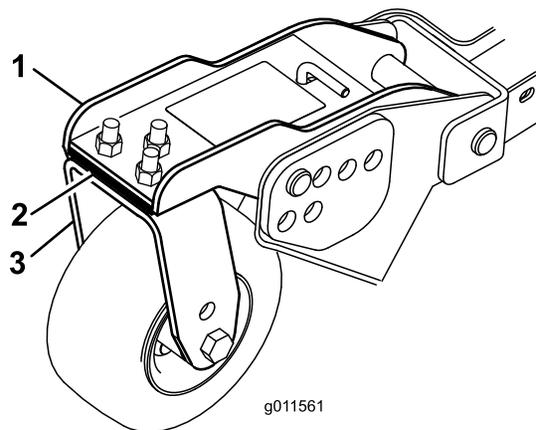

図 30
3. 刈高がステッカー と合わない場合には、シム 3 mm を前キャストアームに取り付けて調整する 図 30 。